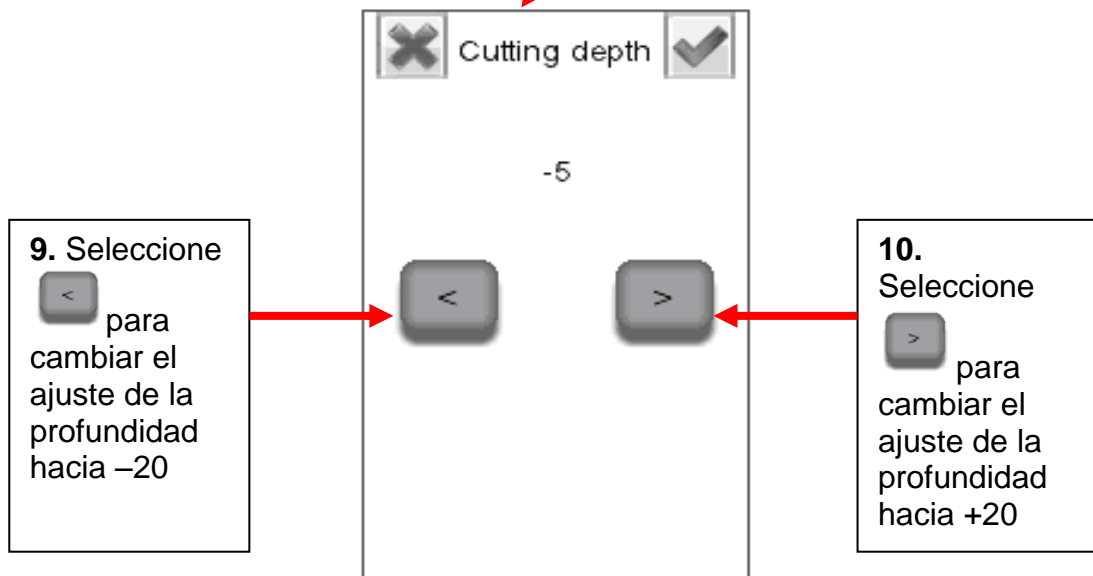

Imagen 6: selección de «Cutting depth»
13. Cuando se muestre la ventana «Ready screen», la impresora estará lista para perforar. Puede que tenga que volver al menú mostrado en la imagen 6 para depurar la calidad de la perforación, según las medidas y tipo de tubo.